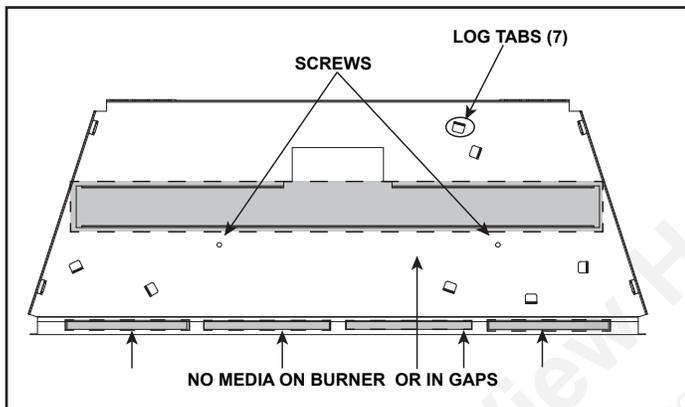

Figure 16. COSMO32-IFT Empty Base Pan
- COSMO32-IFT:** Bend 7 tabs. See Figure 16.